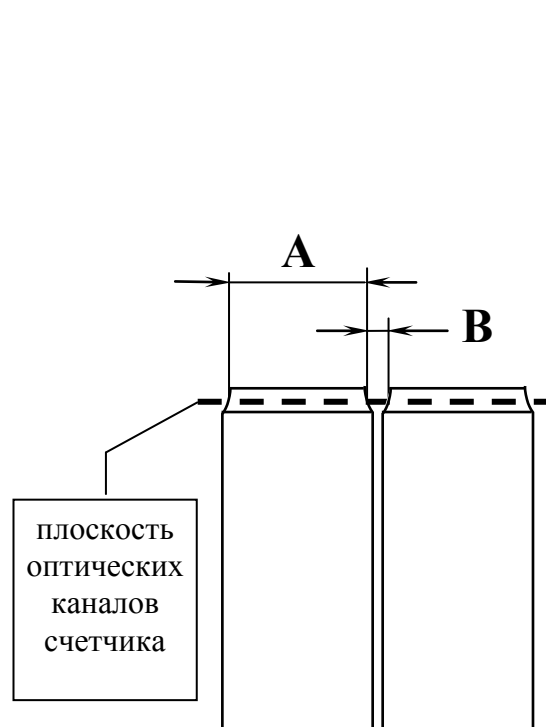

Рис. 5.2
Данный пункт подменю служит для настройки счетчика на определенный типоразмер подсчитываемых объектов. Счетчик может подсчитывать Объекты различных типоразмеров (подробнее о возможных типоразмерах подсчитываемых объектов и необходимых промежутках между ними смотрите на Рис.5.2). В соответствии с Рис. 5.2 определите требуемый номер уставки типоразмера и войдите в данный пункт подменю. На дисплей будет выведен текущий типоразмер подсчитываемых объектов.
При этом размеры бутылок и расстояния между ними в плоскости оптических каналов, должны соответствовать размерам А и В указанным на Рис. 5.2.
5.3 В том случае, когда между объектами при прохождении их через зону контроля счетчика имеется необходимый гарантированный разрыв, установите счетчик по высоте таким образом, чтобы плоскость оптических каналов пересекалась той частью объектов, размеры и расстояния между которыми соответствуют размерам А и В указанным на Рис.5.2.
5.9 В соответствии с пунктом 4.2.1.2 и Рис. 5.2 установите требуемый типоразмер подсчитываемых объектов. При выпуске счетчика из производства устанавливается типоразмер 03.